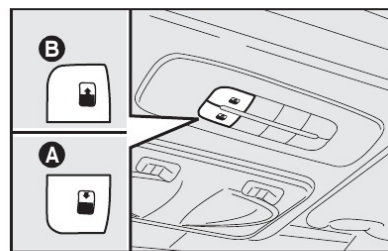

fig. 100
Acionar o botão B-fig. 100 que permite duas modalidades de abertura do vidro móvel (dianteiro).
Acionando o botão B-fig. 100, de completamente fechado, o vidro dianteiro passa à posição de spoiler; um segundo acionamento leva o vidro à posição de máximo conforto (menor ruído aerodinâmico); um terceiro acionamento levará o vidro à posição de máxima abertura. Depois do acionamento inicial de abertura, o vidro poderá ser parado em posição intermediária apertando novamente o botão.
Pressionando o botão B-fig. 100, de completamente fechado, o vidro anterior se move e para quando o botão B-fig. 100 é novamente pressionado. Com pressões sucessivas do botão, sempre no mesmo intervalo de tempo, o vidro se moverá até alcançar a posição de máxima abertura. Esta função permite
Da posição de abertura em que se encontra, pressionar o botão A-fig. 100 e, mantê-lo pressionado por mais de meio segundo, o vidro anterior do teto solar se fechará automaticamente até a posição "spoiler". Pressionando novamente o botão A-fig. 100 por mais de meio segundo, o vidro dianteiro se fecha completamente.
Assegurar-se que o vidro seja completamente fechado e, caso não ocorra o fechamento, acionar o botão A-fig. 100 novamente.
- atuar no botão **A-fig. 100** e fechar completamente o teto solar através do procedimento manual;
- pressionar o botão **A-fig. 100** até que sejam ouvidos dois ruídos ("clac");